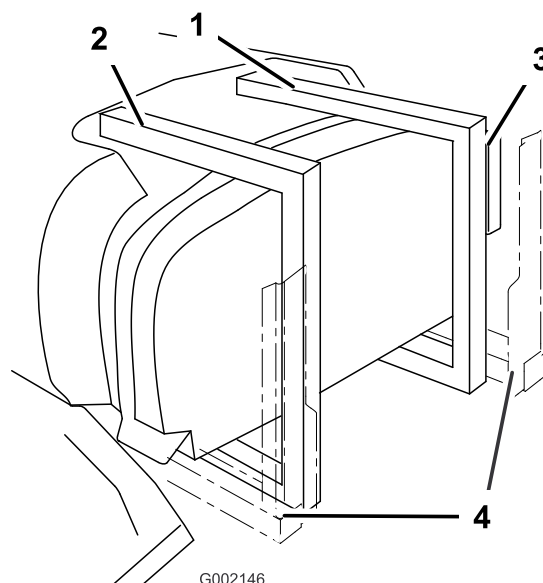

図 4
4. 取り付けると、両方のサポートがタンクの後端部を包むようになる (図 4)。